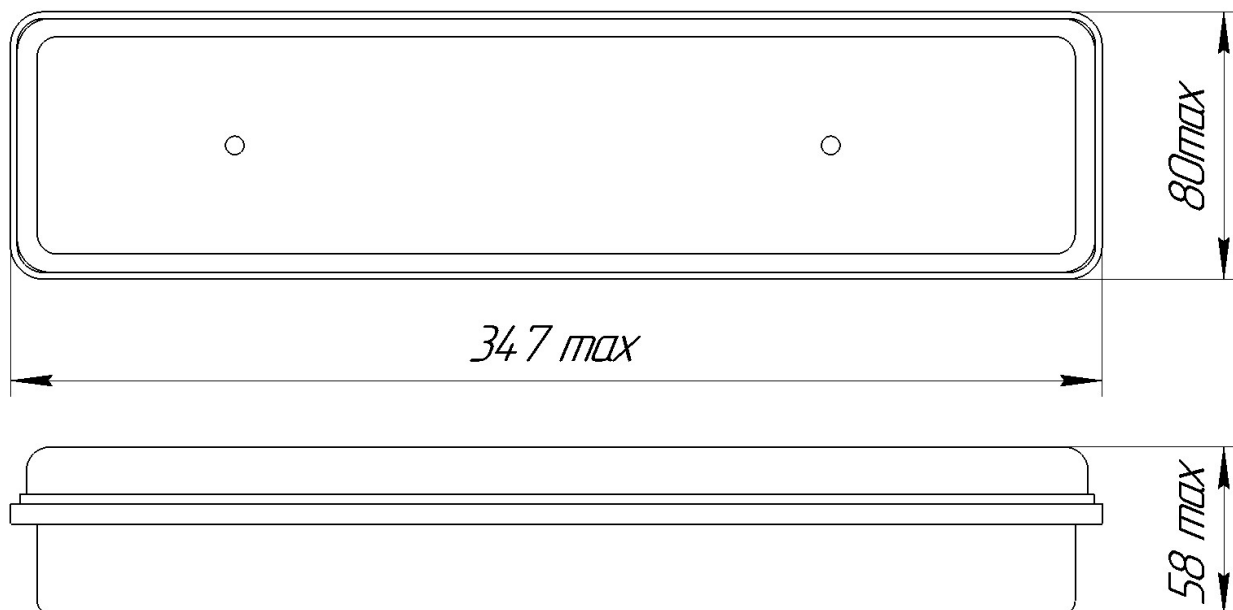

Рис.1
1.4.1. Светильник состоит (см. Рис.1) из металлического корпуса, который является несущим элементом светильника, защитного стекла, светодиодных полупроводниковых модулей, источника питания и контактного устройства.